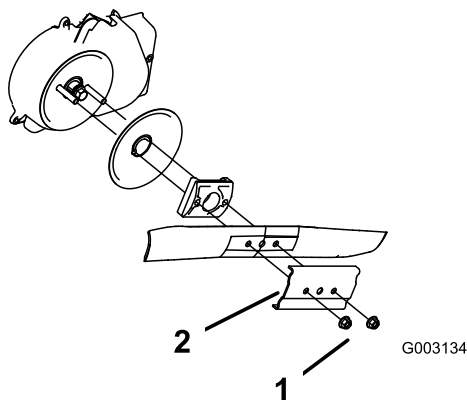

Figure 49
3. Retirez les 2 écrous de la lame et le renfort (Figure 49).
4. Déposez la lame (Figure 49).
5. Posez la nouvelle lame (Figure 49).